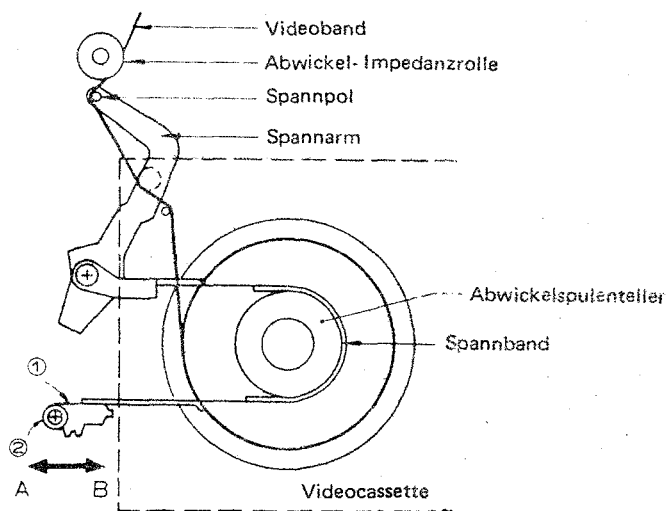

Abb. 20
1. Wenn der Abstand zwischen Spannpol und Abwickel-Impedanzrolle, gemessen an deren Mittelpunkten, geringer als 0,5mm ist, den Spannband-Einstellwinkel ① in B-Richtung bewegen und dann die Schraube ② anziehen (Siehe Abb. 20).
2. Wenn der Abstand zwischen Spannpol und Abwickel-Impedanzrolle, gemessen an deren Mittelpunkten, größer als 1,0 mm ist, den Spannband-Einstellwinkel ① in A Richtung bewegen und dann die Schraube ② anziehen (Siehe Abb. 20).